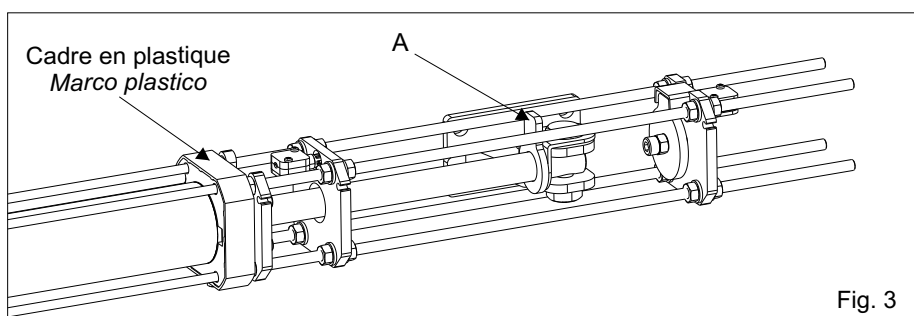

Fig. 3
**Remarque:** Insérez le composant A sur la tige avant de la connecter à la fixation antérieure (Fig. 3)
**Nota:** Insertar el componente A sobre la varilla antes de conectar este último al anclaje anterior, Fig.3.